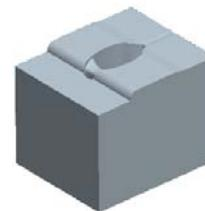

图 17.24 着色后的上半部分体积块
Step6. 系统弹出“属性”对话框，在该对话框中单击**着色**按钮，着色后的模型如图17.24所示。然后在对话框中输入名称 UPPER_MOLD，单击**确定**按钮。